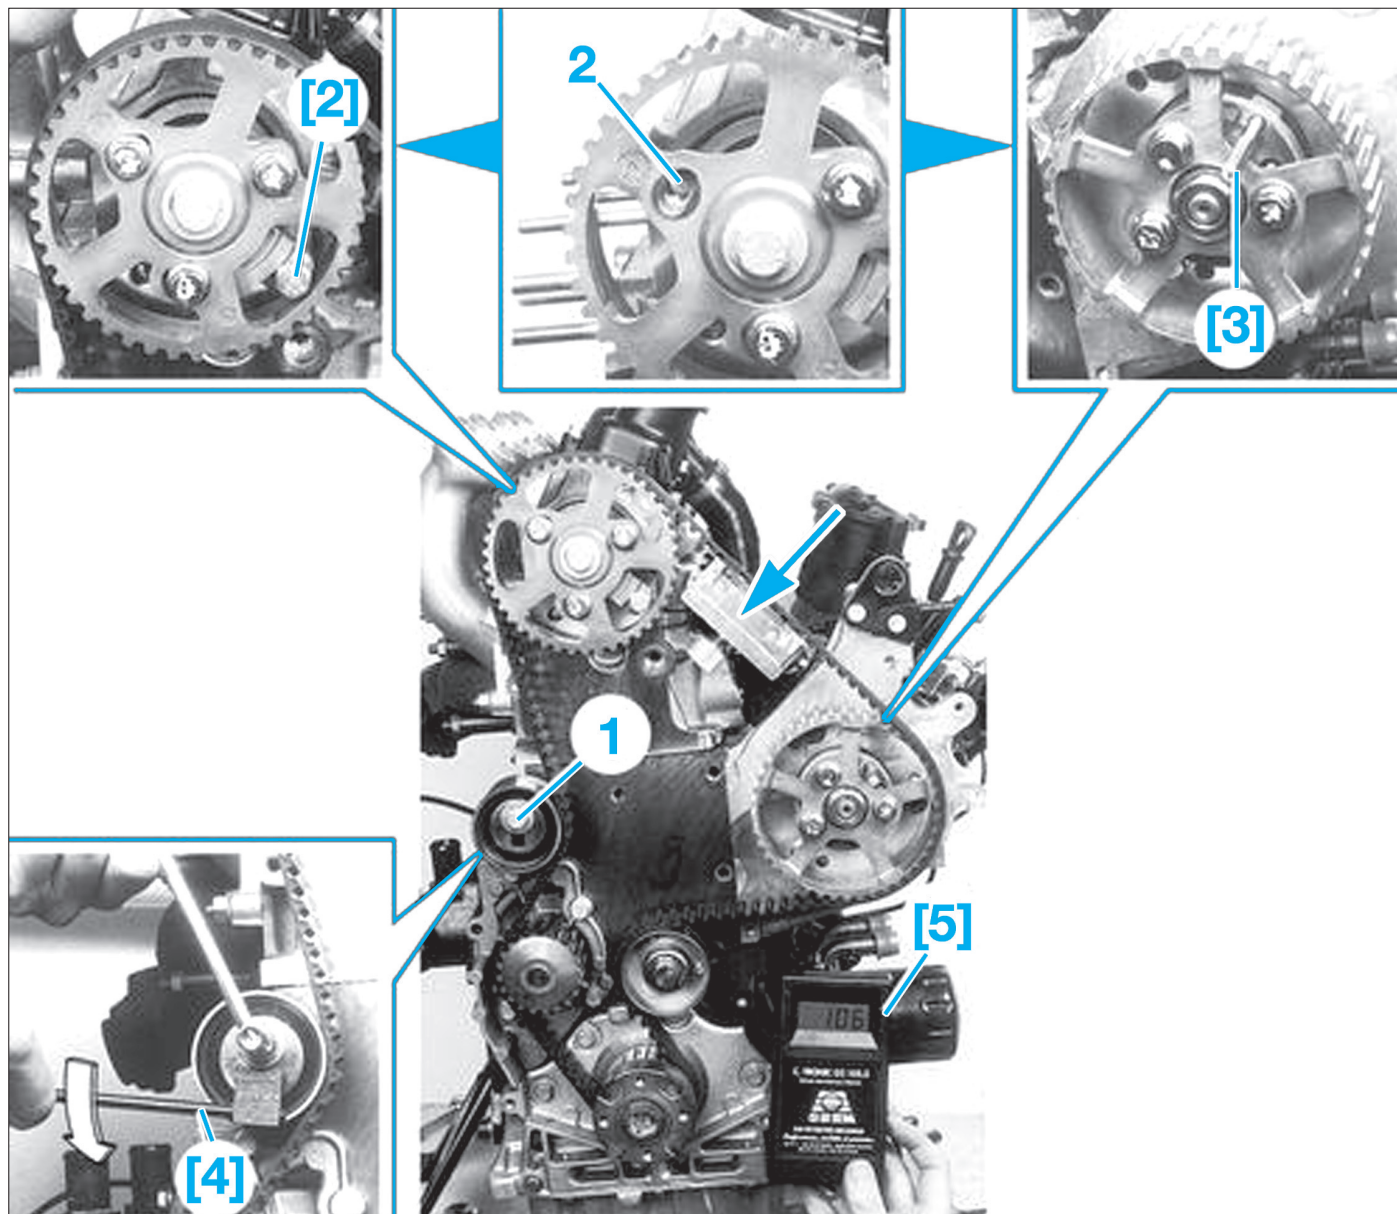

FIG. 15
- [2]. Pige de calage de la roue dentée d'arbre à cames (Ref. PSA 0188E) (vis M8 x 80 x 125) (Fig.15).
- [3]. Pige de calage (Ø 6 mm) (Ref. PSA 0188H) (Fig.15).
- [4]. Clé avec embout carré de 8 mm (Ref : PSA 0188-J1) (Fig.15).
- [5]. Outil de contrôle de la tension de la courroie de distribution SEEM (Fig.15).
- Pincer l'arbre à cames à l'aide de l'outil [2] (Fig.15).
- Desserrer la vis de fixation du galet tendeur (1) pour détendre la courroie puis resserrer en position détendue.
- [3]. Pige de calage (\varnothing 6 mm) (Ref. PSA 0188H) (Fig.15).
- Desserrer la vis de fixation du galet tendeur (1) pour détendre la courroie puis la resserrer en position détendue.
- Mettre l'outil [5] de contrôle de tension de la courroie en place (Fig.15).